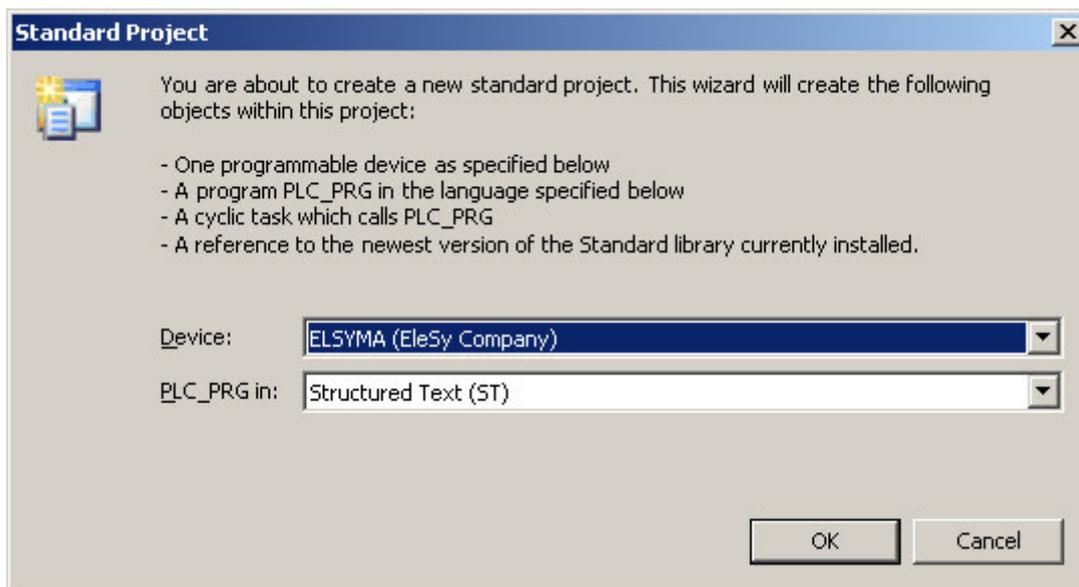

Рисунок 2.7 – Система разработки *CoDeSys*. Настройка стандартного шаблона проекта
5 В окне **"Стандартный проект"** в списке **Устройство:** выбрать контроллер **ELSYMA (EleSy Company)**, в списке **PLC\_PRG на:** – язык реализации основного программного компонента **Структурированный текст (ST)** (рисунок 2.7).